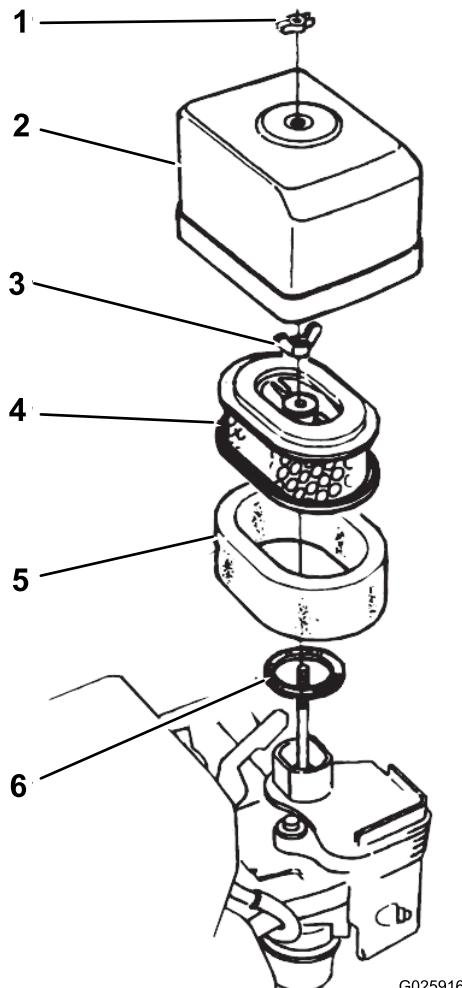

図 27
- エアクリーナカバーをエアクリーナ本体に固定している蝶ナットを取り、カバーを外す図 27。
- エアフィルタの蝶ナットを取り、フィルタを外す図 27。
- ペーパーフィルタからスポンジフィルタを外す図 27。